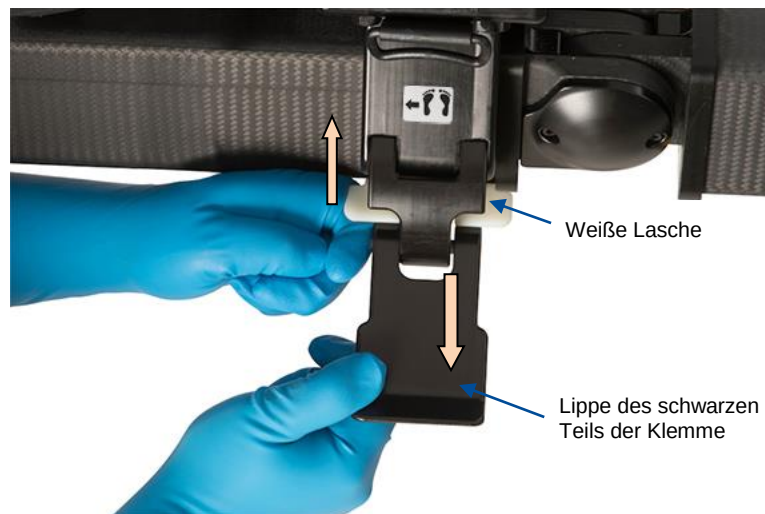

Abbildung 71: Fixieren des ProAxis® Tempur-Pedic®-Hüft-/Oberschenkelauflagen-Klobens
12. Die weiße Lasche nach oben drücken, bis der schwarze Teil der Klemme in die offene Kerbe der weißen Lasche eingepasst ist. Die Lippe des schwarzen Teils der Klemme nach unten drücken, um die Auflage zu arretieren (Abbildung 71).